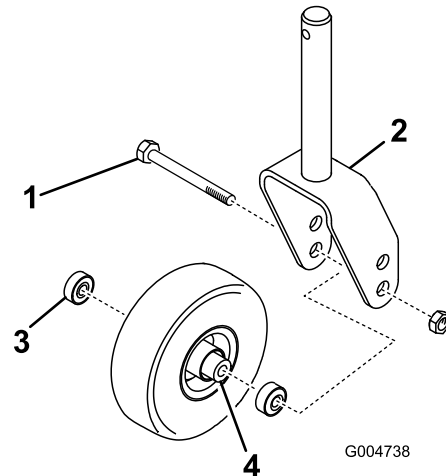
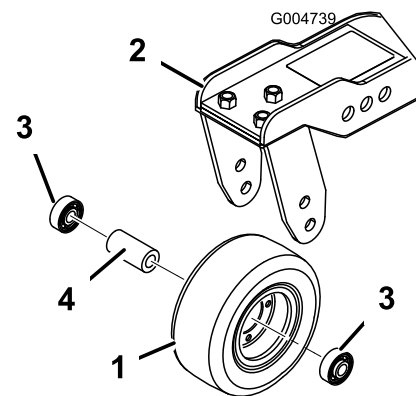

Figura 103
Figura 104
1. Retire a porca de bloqueio do parafuso que fixa o conjunto da roda giratória entre a forquilha da roda giratória (Figura 103) ou o braço articulado da roda giratória (Figura 104).
2. Retire o rolamento do cubo da roda e deixe cair o espaçador do rolamento para fora (Figura 103 e Figura 104).